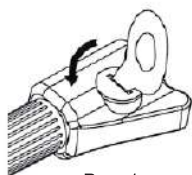

Рис. 1
- Поверните крышку батарейного отсека ключом батарейного отсека (рис.1), затем снимите ее.